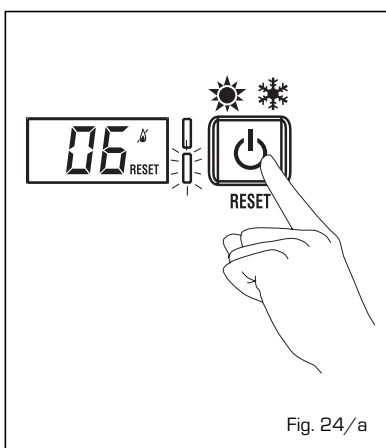

Fig. 24/a
- ANOMALÍA TERMOSTATO SEGURIDAD "AL 07" (fig. 24/c)